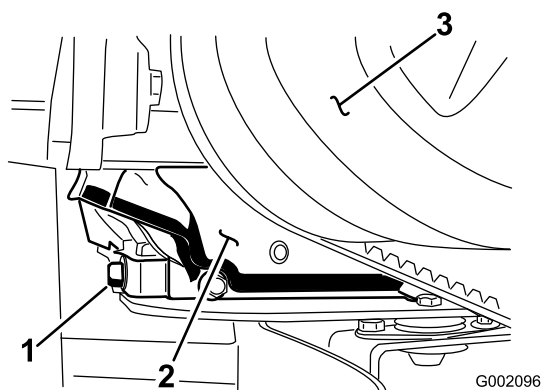

Figure 27
5. Retirez le bouchon de vidange (Figure 27) et laissez couler l'huile dans un bac de vidange. Lorsque la vidange est terminée, remettez le bouchon de vidange et serrez-le à 17,6 Nm.